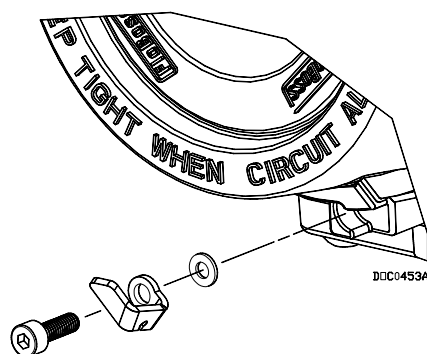

Figure 5. Collier de serrage du couvercle
- Dévisser le collier du couvercle à la base de la face avant (côté LCD). Voir la Figure 5.